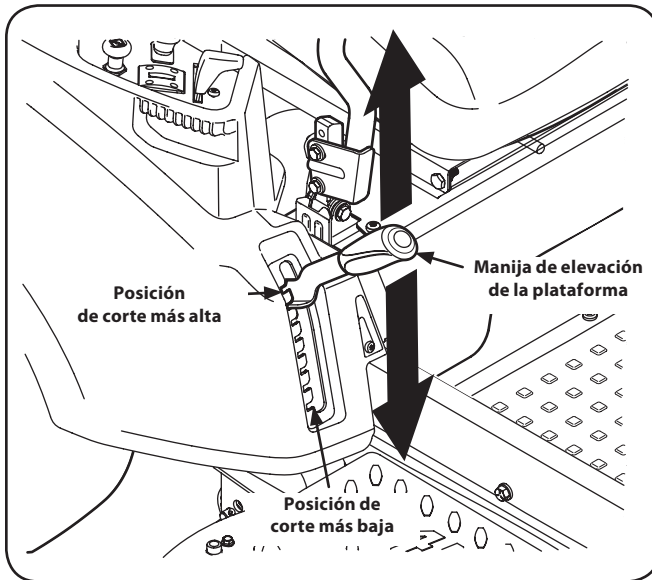

Figura 7-3
1. Usando la manija de elevación de la plataforma, levante la plataforma a la posición que le ofrece mayor recorrido horizontal de la correa entre las poleas locas de la plataforma y la polea de la PTO en la base del motor. Vea la Figura 7-3.
5. Baje la plataforma hasta la posición más baja usando la manija de elevación de la plataforma. Vea la Figura 7-3.
1. Ubique la manija de elevación de la plataforma en la posición de corte más elevada. Vea la Figura 7-3.